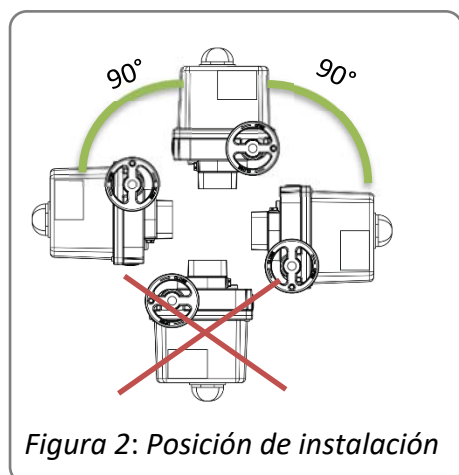

Figura 2: Posición de instalación
- Se permite cualquier posición de instalación excepto «cubierta mirando hacia abajo» (figura 2).